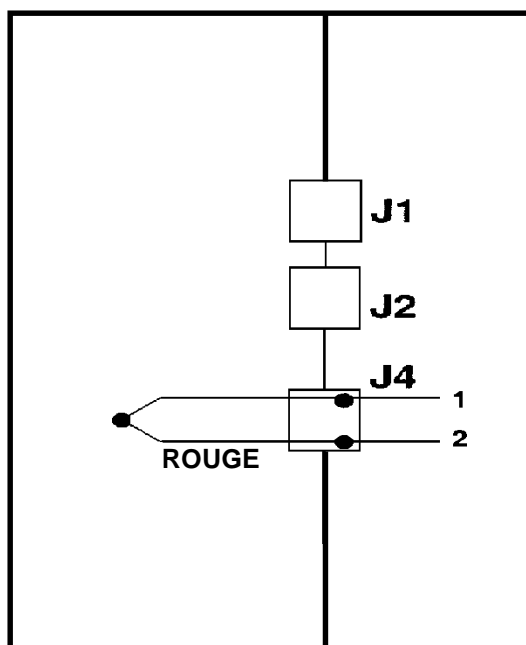

Figure 1.3. - Connexion entrée thermocouple
2. **Connectez le thermocouple choisi sur le connecteur d'entrée J4 (voir fig.1.3 page 7) et à l'aide d'un calibrateur de thermocouple appliquez 0.0°C.**